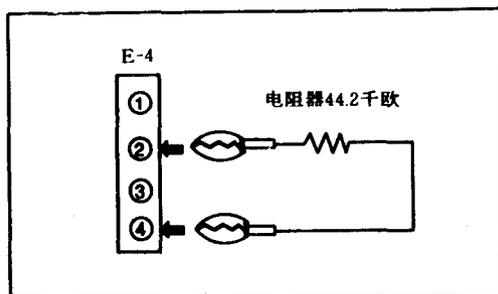

图11
- 2) 同时将一个电阻器 (42.2千欧) 连接至E板上连接器E 4的插头②和① (如图11所示)。